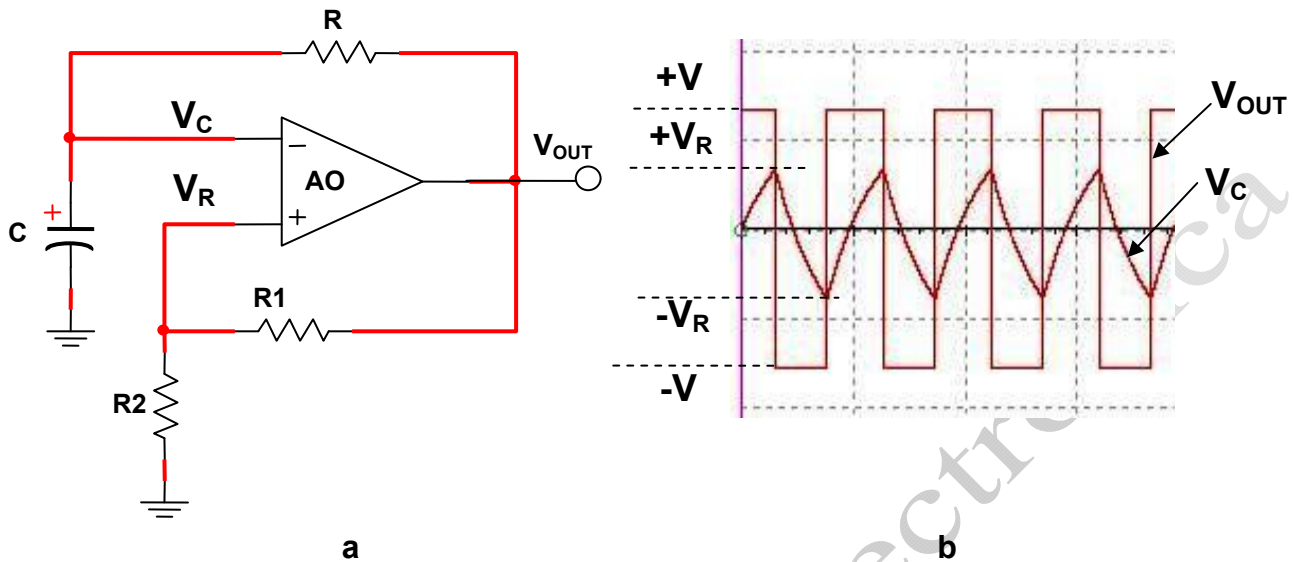

Figura 12.4.3 Oscilator de relaxare cu semnal rectangular
Generatorul de semnal rectangular (figura 12.4.3. a) este un oscilator de relaxare deoarece funcționarea sa se bazează pe încărcarea și descărcarea unui condensator.
**Funcționare** (vezi diagrama din figura 12.4.3. b)